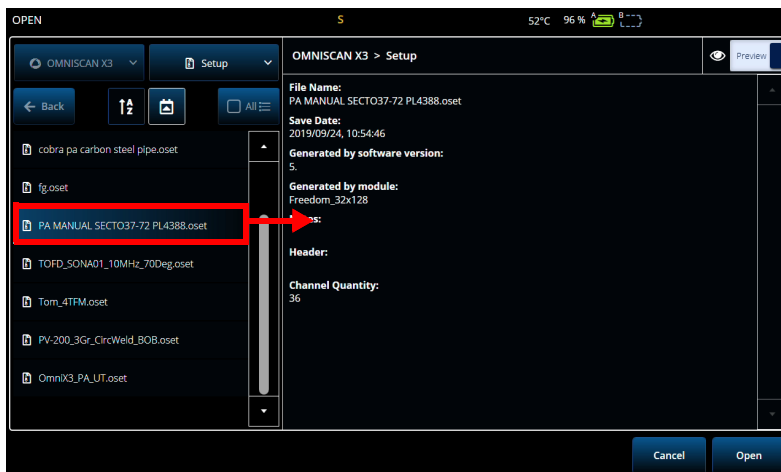

Figura 6-2 Menu Open (abrir)
- Para abrir um arquivo, selecione **Open** (abrir) no menu  **File** (arquivo) (Figura 6-1 na página 207) e depois escolha o diretório no qual o arquivo está localizado. Você pode abrir o arquivo de configuração ou o arquivo de dados selecionando o tipo de arquivo. Você também pode classificar os arquivos em ordem alfabética ou por data usando o ícone **Filter** (filtro) e pré-visualizar o arquivo selecionado (Figura 6-2 na página 209).